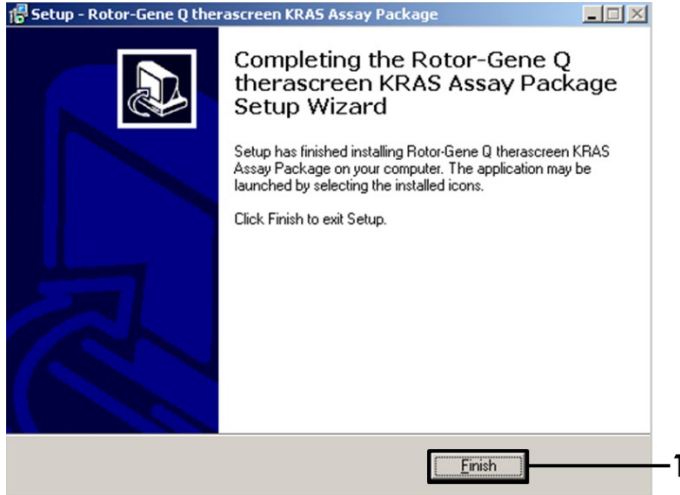

Abbildung 41. Schließen des Assistenten.
6. Klicken Sie im abschließenden Setup-Fenster auf Finish (Abschließen), um den Einrichtungsassistenten zu schließen. (Abbildung 41).